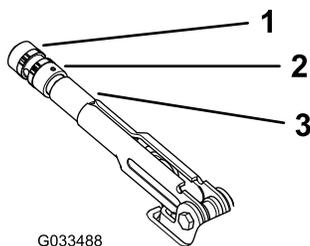

Рисунок 63
2. Ослабьте установочный винт, который крепит рукоятку к рычагу стояночного тормоза (Рисунок 63).